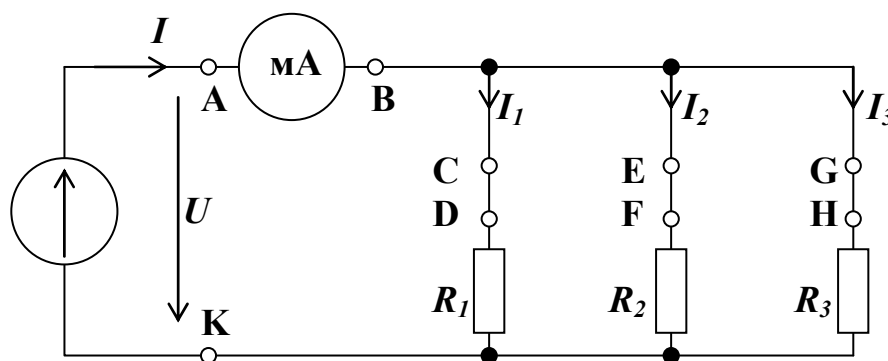

Рис. 2.7
5. Соберите цепь согласно схеме (рис. 2.7), вставив перемычки между точками А-В, С-Д, Е-Ф, G-Н. Установите постоянное питающее напряжение U на зажимах источника питания.